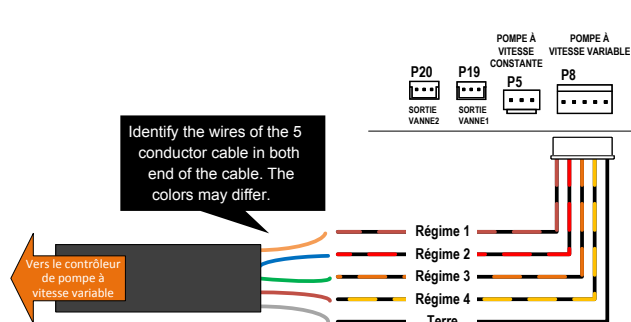

Figure 142. Câblage du câble à 5 conducteurs
2. À l'intérieur du boîtier de commande de l'appareil, utilisez l'adaptateur de faisceau étiqueté « Pump speed selector » (Sélecteur de vitesse de pompe) présent dans la pochette d'accessoires pour connecter le câble à 5 conducteurs à la borne de la carte de contrôle étiquetée « VAR PUMP » [P8]. L'adaptateur peut fournir 4 sorties numériques à 12 VCC et un signal de masse. Veuillez à identifier les fils aux deux extrémités du câble à 5 conducteurs. Consultez la **Figure 142** pour plus d'informations.